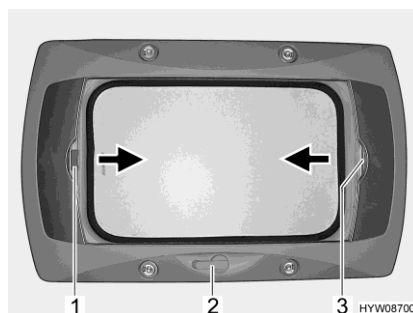

Bild 72 Kurbelhub-Dachhaube
- Die Handkurbel (Bild 72,2) drehen, bis Widerstand spürbar ist.
Schließen: ■ Die Faltverdunklung am Griff (Bild 72,3) in Pfeilrichtung ziehen und an der gewünschten Position loslassen. Die Faltverdunklung bleibt in dieser Position stehen.
Schließen: ■ Das Insektenschutzrollo am Griff (Bild 72,1) in Pfeilrichtung zum gegenüberliegenden Griff der Faltverdunklung (Bild 72,3) ziehen und einrasten lassen.
Öffnen: ■ Den Griff des Insektenschutzrollos (Bild 72,1) hinten nach oben drücken und das Insektenschutzrollo an der Faltverdunklung (Bild 72,3) aushängen.